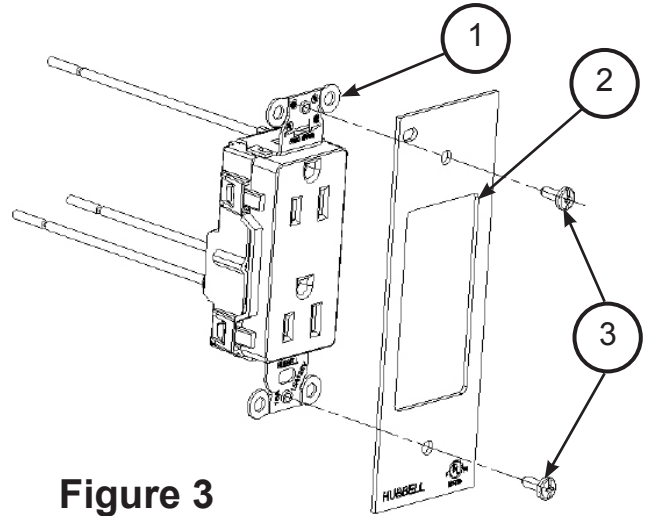

Figure 3
1. Número catálogo FB10MPREC. (Ver Fig. 3.)